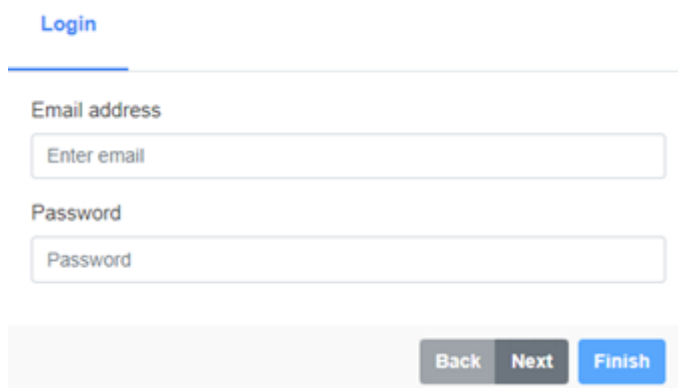

Figura 6.13: Entrada de e-mail e de senha do MFM
Passo 9 Digite o seu login e senha previamente cadastrados no MFM (Capítulo 3) e clique em “Next”, conforme a Figura 6.13.